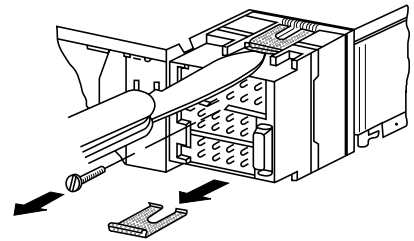

Fig. 13
1. Soltar o parafuso, destravar as molas de apoio superior e inferior, fig. 13.